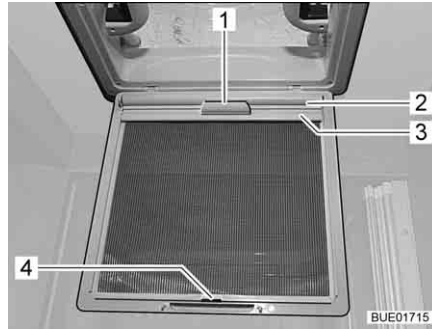

Bild 122 Verdunklungsrollo
- Verdunklungsrollo (Bild 122,2) am Griff (Bild 122,1) herausziehen und Halteleiste (Bild 122,3) in den Haken (Bild 122,4) am Insektenschutz einhängen.
- Halteleiste (Bild 122,3) vom Haken (Bild 122,4) lösen und Verdunklungsrollo (Bild 122,2) am Griff (Bild 122,1) langsam zurückführen.